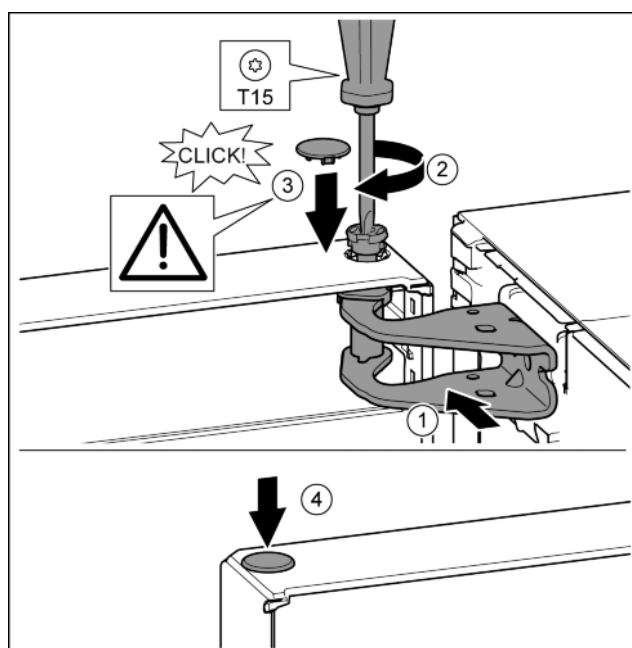

Fig. 18
- Orienter la porte en haut pour l'ouverture dans le support de palier. Fig. 18 (1)
- Poser le boulon et le visser avec un tournevis T15. Fig. 18 (2)
- Monter le cache de sécurité pour sécuriser la porte : Mettre en place le cache de sécurité et contrôler s'il repose sur la porte. Sinon, enfoncer à fond le boulon. Fig. 18 (3)
- Mettre le bouchon en place. Fig. 18 (4)